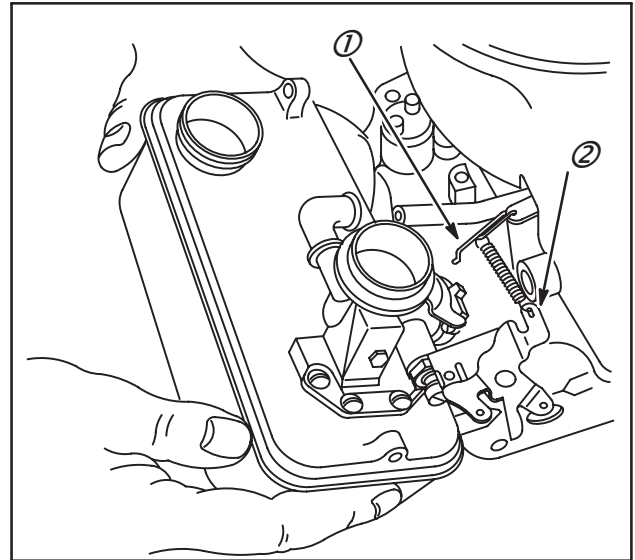

Fig. 14
Dépose du carburateur et du réservoir Régulation mécanique (Fig. 14 et 15)
3. La tringle du régulateur (1) et le ressort restent ainsi attachés au levier de régulateur et au levier de commande (2), Fig. 14.